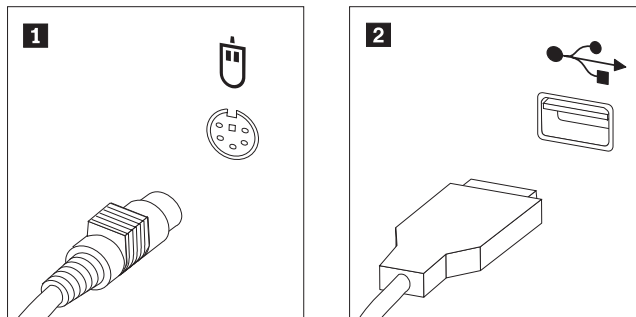

Рисунок 44. Разъемы мыши (стандартный или USB)
3. Найдите разъем мыши. Смотрите раздел рис. 44.